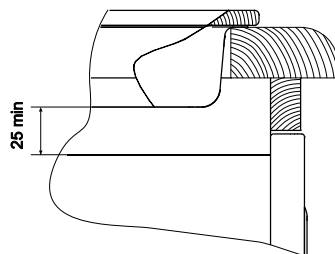

рис. 3
- При совместной установке варочной панели и жарочного электрошкафа необходимо учитывать выступание корпуса варочной панели из нижней части столешницы и верхней части корпуса жарочного электрошкафа. Соприкасание не допускается. Рекомендуемый воздушный зазор не менее 25мм. (см. рис. 3)